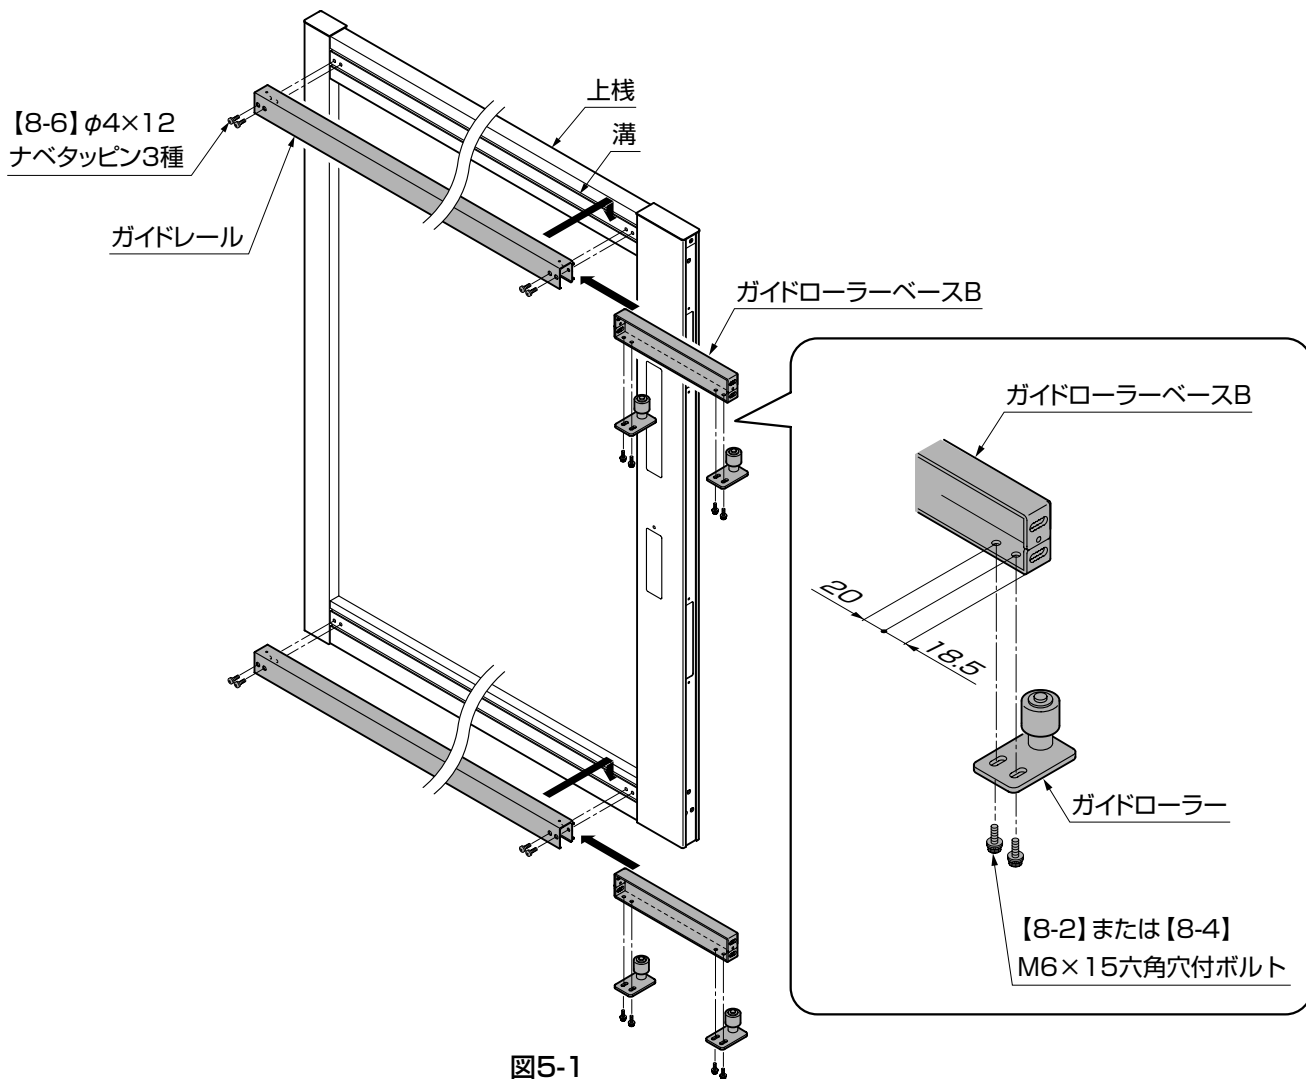

図5-1
- ①ガイドローラーベースBの両端の穴にガイドローラーの長穴中心部を【8-2】または【8-4】で仮固定してください。(図5-1参照)
- ②上棧と下棧の溝にガイドレールを差込んでください。(図5-1参照)
- ③ガイドレールにガイドローラーをスライドして入れてください。(図5-1参照)
- ④ガイドレールを【8-6】で取付けてください。(図5-1参照)